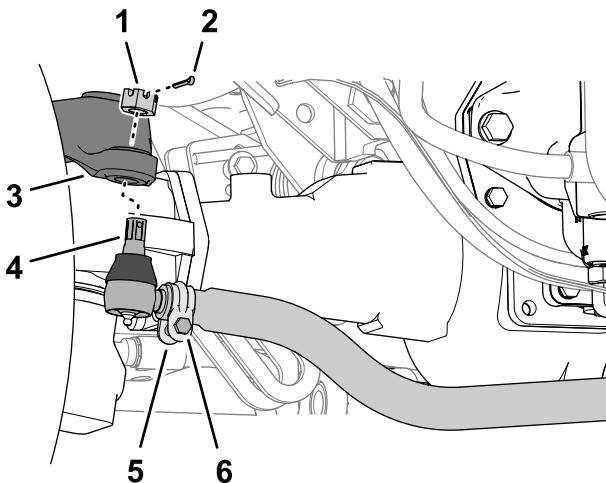

Figura 107
- En el eje trasero, retire la chaveta y la tuerca de seguridad de cualquiera de las rótulas de la barra de acoplamiento (Figura 107).
3. Afloje las abrazaderas en ambos extremos de las barras de acoplamiento (Figura 107).
4. Gire la articulación esférica retirada una (1) vuelta completa hacia dentro o hacia fuera.